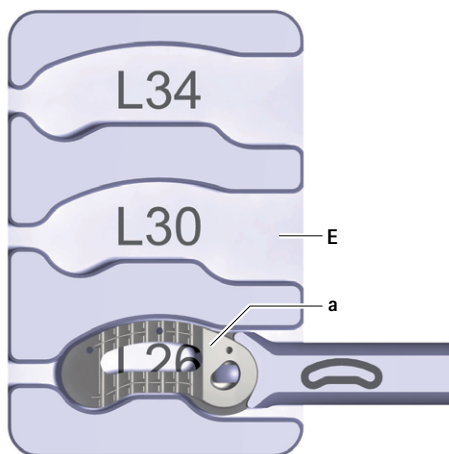

Fig. 9 Implante no suporte de enchimento
- Colocar o implante **a** no suporte de enchimento **E**, ver Fig. 9. Ter em atenção o comprimento do implante (inscrição no suporte de enchimento: L26/L30/L34).